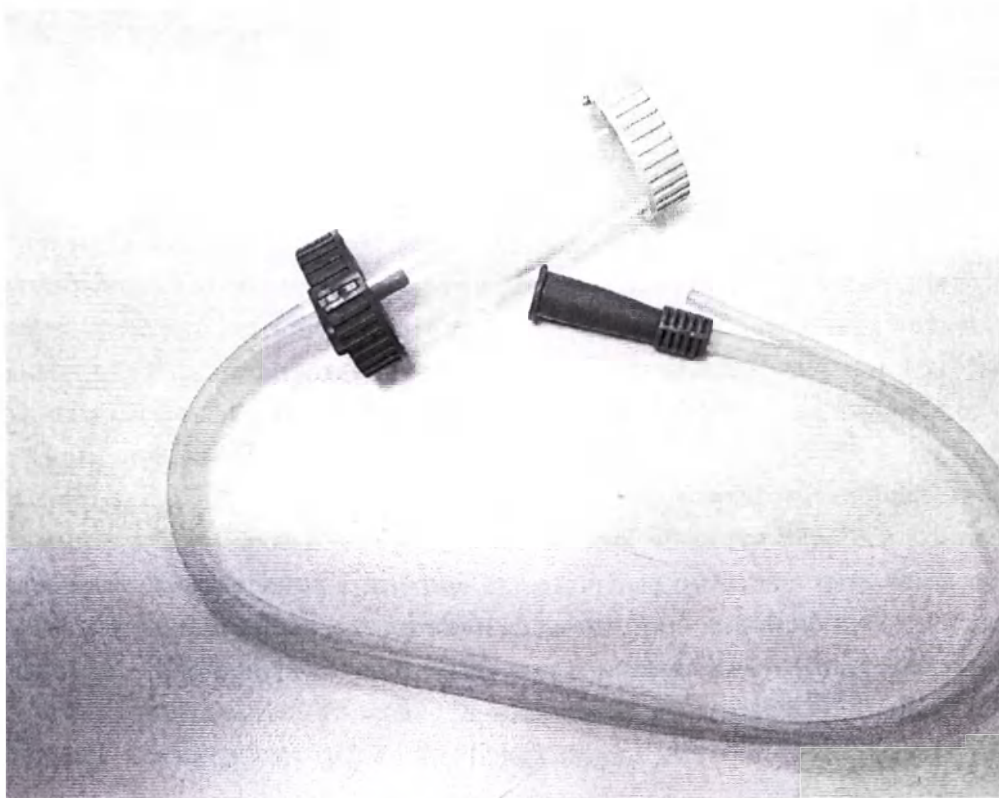

Рисунок 1 – Изделие медицинское для санации и забора проб биологических жидкостей Муко-Сейф/Muco-Safe с фильтром
7.1 Изделие медицинское для санации и забора проб биологических жидкостей Муко-Сейф/Muco-Safe с фильтром (см. рис. 1, 2), предназначено для: